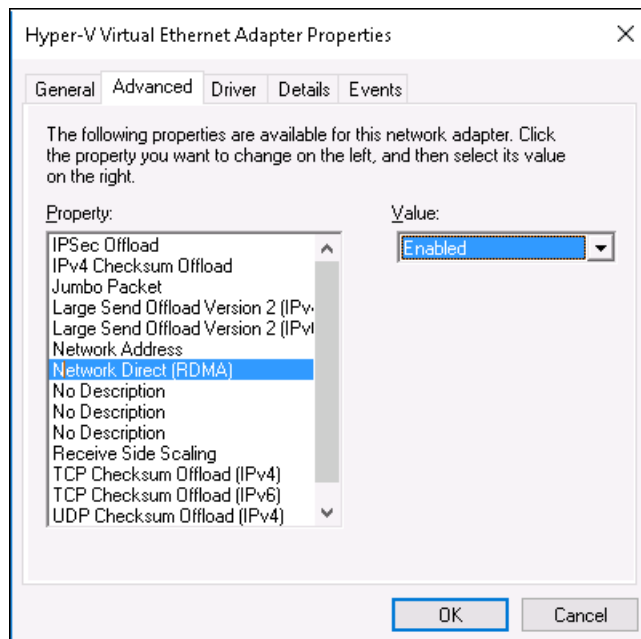

Figure 13-2. Propriétés de la carte Ethernet virtuelle Hyper-V
3. Sur la page Avancé (Figure 13-2) :